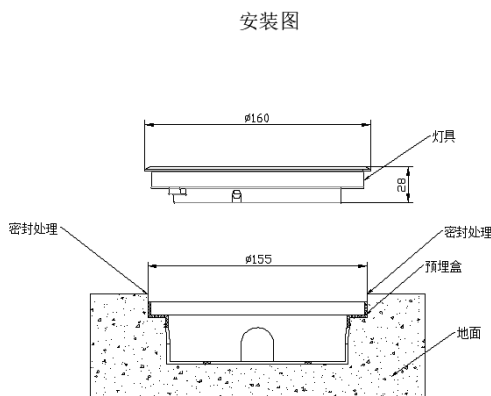

图 45  $\phi 160$  双向地理标志灯安装示意图
2.3 接线完成后将灯具装入预埋盒内，调整灯具指示方向后用螺钉固定灯具。安装示意图如图 45 所示。